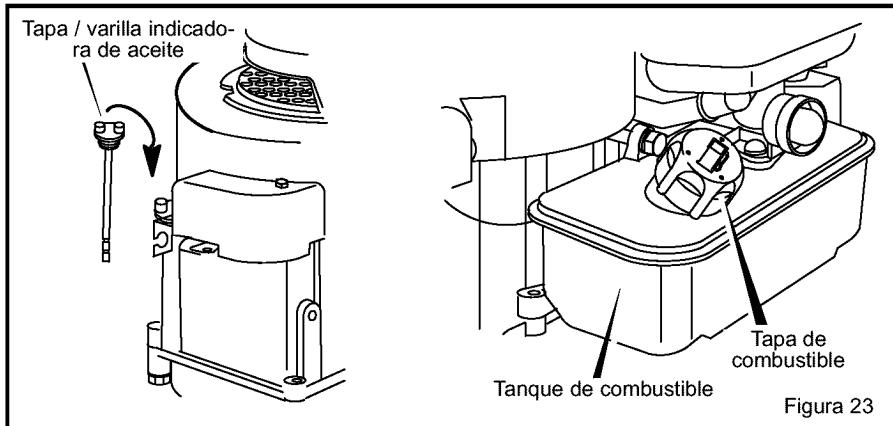

Figura 23
- Saque la varilla indicadora (Figura 23).